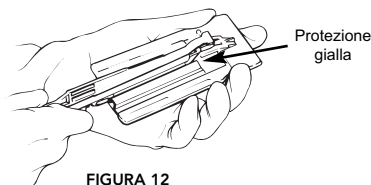

FIGURA 12
- 8b. Individuare i lati incudine (ANV) e cartuccia (CART) del gruppo di tessuto Peri-Strips Dry. Tenendo il lato cartuccia rivolto verso l'alto, far scorrere l'unità di caricamento della suturatrice sul gruppo di tessuto, verificando che la parte terminale della protezione gialla sia collocata al di sopra del fermo del gruppo (vedere Figura 12).